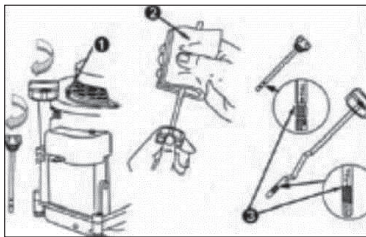

Рис. 4
2. Отверните крышку маслосливной трубки и извлеките масляный щуп. Проверьте уровень масла. Если уровень масла на щупе ниже метки **«Min»**, добавьте масло до уровня **«Full»** (см. Рис. 4.)